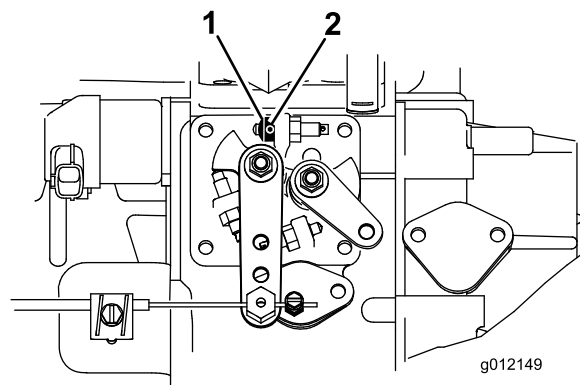

Figure 8
1. Desserrez la vis sur la butée de papillon (Figure 8).
2. Enfilez la butée de papillon sur la vis d'arrêt du ralenti accéléré (Figure 8). Le côté chanfreiné de la butée de papillon doit être placé à l'extérieur.